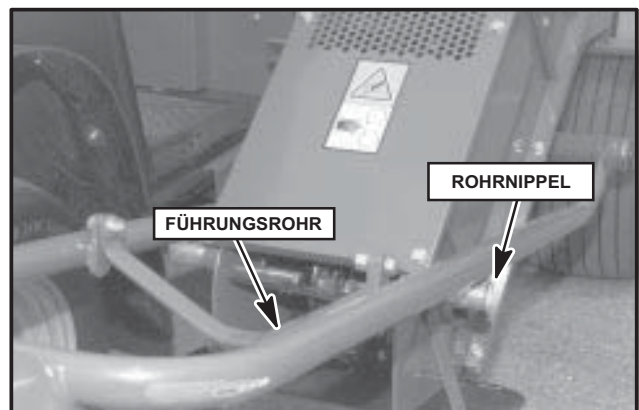

Abbildung 17
3. Senken Sie das Führungsrohr ab, so dass es auf den Rohrnippeln aufliegt (siehe Abb. 17).